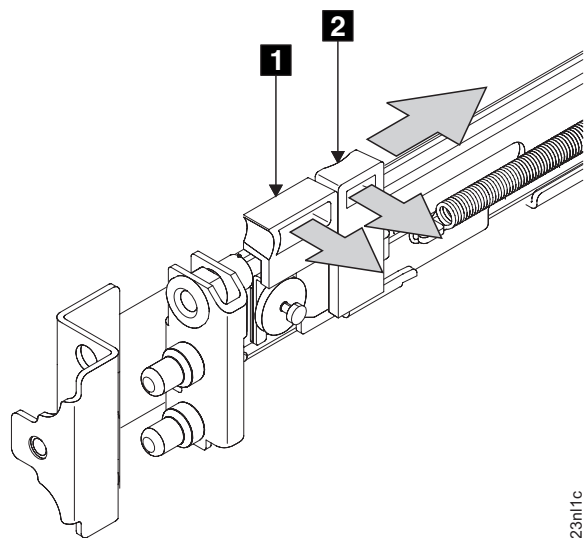

図 47. 前部ラッチ・ロック・キャリア・アセンブリーを開く
3. ラッチ・レバー **1** をレール (71 ページの図 47) の終端の方向に移動しながら、ラッチ・ロック **2** をレールから離れる方向に静かに押します。ラッチ・ロック・キャリア・アセンブリーが、ばねの強度でスライドします。